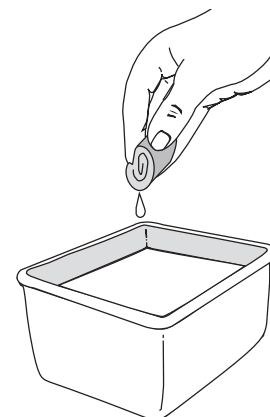

Fig. 36
3. Lave el filtro con agua y detergente (Fig. 36). Enjuague bien el filtro. Escurra el exceso de agua. Déjelo secar por completo.